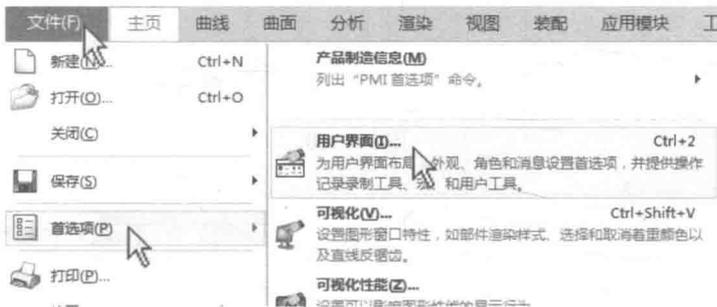

图 1-1-7
(1) 取消跟踪条中跟踪光标位置的作用。选择【文件】菜单中【首选项】子菜单中的【用户界面】命令，如图 1-1-7 所示。